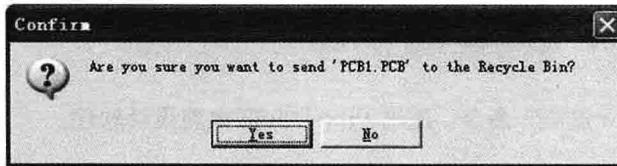

图 1-21 确认对话框
(13) 单击执行“Edit 编辑”菜单下的“Delete 删除”命令，弹出图 1-21 的删除文件确认对话框。